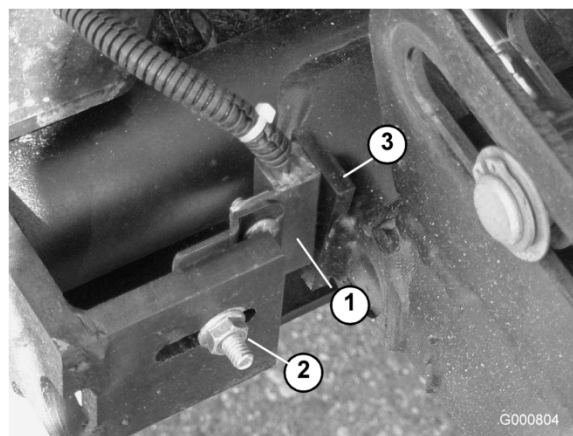

Figura 77
- Afloje la tuerca del perno de cuello cuadrado que fija el soporte del interruptor del brazo de elevación a los brazos de elevación Nº 4, Nº 6 y Nº 7 (Figura 77). La figura muestra el Nº 4.